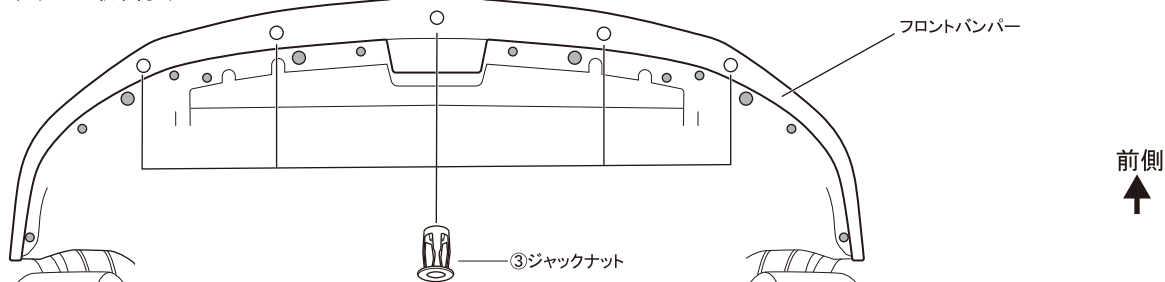

図6 ①フロントアンダースポイラーの取付け
9. ⑤両面テープの離型紙を一部めくり出してから、図6を参照し①フロントアンダースポイラーを車両に宛がい慎重に位置決めした後、②アブセットボルトで仮止めします。
10. ⑤両面テープの離型紙を矢印の方向に引き抜きつつ、フロントバンパーと①フロントアンダースポイラーを十分に圧着します。
11. ②アブセットボルトと本締めた後、純正スクリュー、ファスナーを使用しマッドガード左右およびフロントアンダーカバーNo.1を復元します。